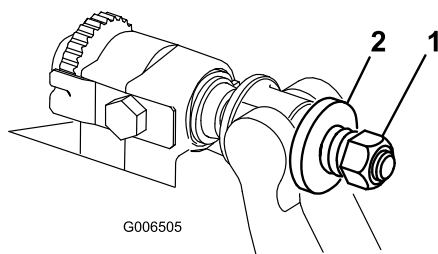

Figure 32
- Serrez les contre-écrous également de chaque côté jusqu'à ce qu'il ne soit plus possible de tourner les rondelles d'acier extérieures à la main. Desserrez alors les contre-écrous jusqu'à ce qu'il soit possible de tourner les rondelles d'acier extérieures à la main mais sans pour autant que la barre d'appui présente un jeu axial (Figure 32).
- Serrez l'écrou sur chaque vis de réglage de la barre d'appui jusqu'à ce que le ressort de compression soit complètement comprimé, puis desserrez l'écrou de 1/2 tour (Figure 32).